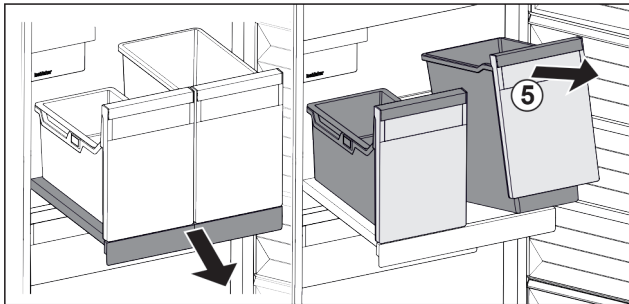

Fig. 100
- ▶ Behälter Fig. 100 (5) vorne anheben.